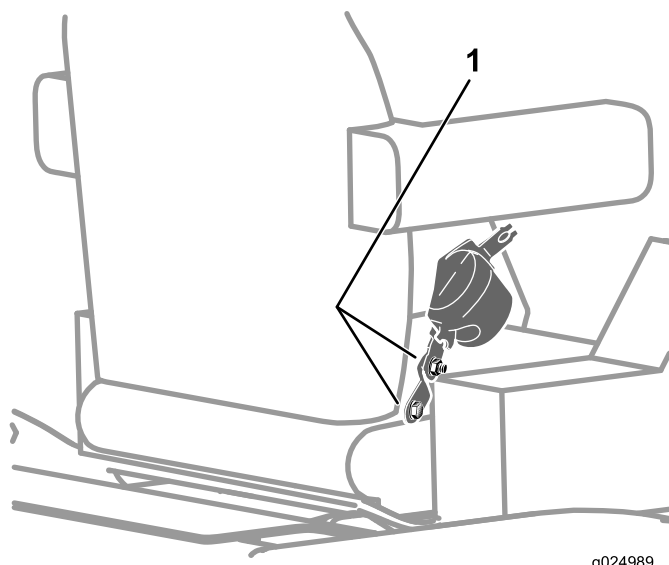

Figura 119
2. Compruebe que los pernos y las tuercas que sujetan el retractor y la hebilla del cinturón de seguridad al asiento están apretados a 47–61 N·m (35–45 pulgadas-libra); consulte la Figura 119.